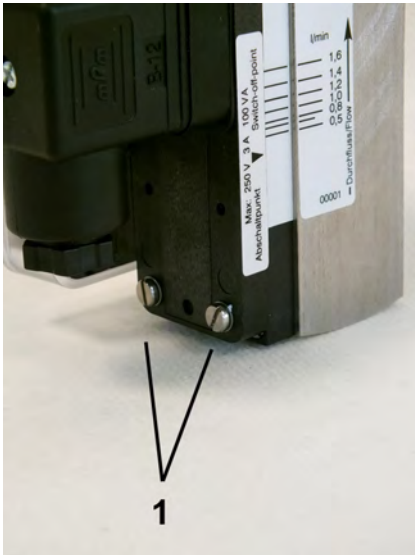

Abb. 35: Feststellschrauben lösen
1. ➤ Die Feststellschrauben des Schaltkontaktes (Abb. 35/1) mit einem Schlitzschraubendreher lösen.
3. ➤ Feststellschrauben des Schaltkontaktes (Abb. 35/1) mit einem Schlitzschraubendreher wieder anziehen. Dabei Schrauben-Anziedrehmoment beachten.